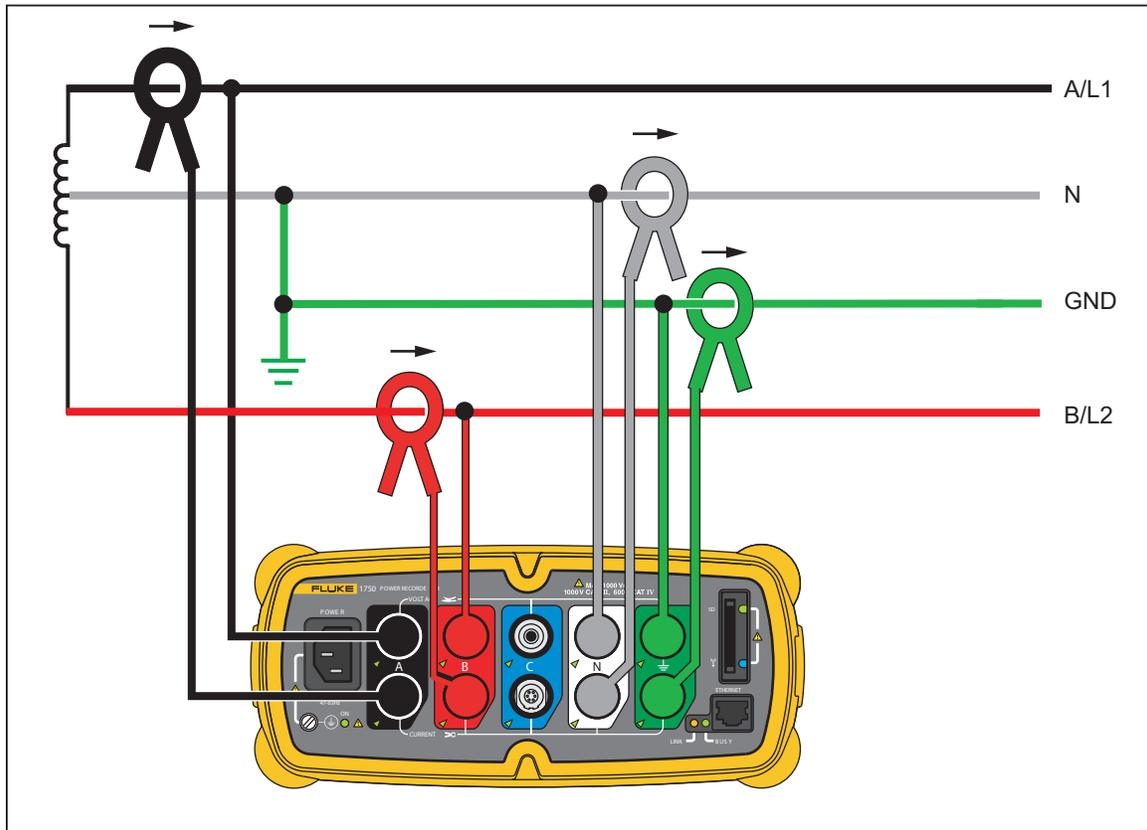

Figura 6. Monofase Fase ausiliaria
- Monofase-Fase ausiliaria (Figura 6)